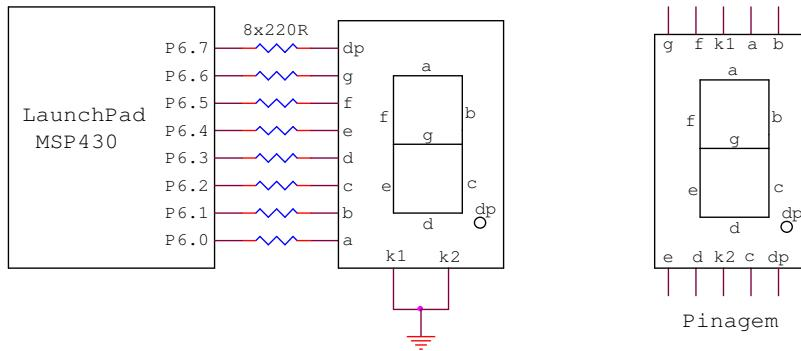

Figura 3.43. Sugestão para conexão de um mostrador de 7 segmentos Catodo Comum ao LaunchPad e sua pinagem.
ER 3.16. Este exercício é semelhante ao anterior. Sua finalidade é trabalhar o conceito de tabela em *assembly*. Escreva a sub-rotina CT_7SEG que implementa um contador decimal usando um mostrador (*display*) de 7 segmentos, como ilustrado na Figura 3.43. A cada acionamento de S1 (transição de aberta para fechada), o contador avança uma contagem e a cada acionamento de S2 (transição de aberta para fechada), o contador recua uma contagem. Em outras palavras:
Esta solução é muito semelhante à anterior, mas agora vamos precisar de um contador em memória, que vamos chamar de `CONT`. O interesse aqui é avançar um pouco mais com a habilidade de programação em *assembly*. Na Figura 3.43 vemos que foram usados 7 bits da porta P6 para controlar os 7 segmentos do mostrador. A porta P6 foi escolhida por ela ser a única com 7 bits disponibilizados nos pinos do LaunchPad. O ponto decimal (DP) é controlado por P7.0. A listagem do programa solução está apresentada logo a seguir.